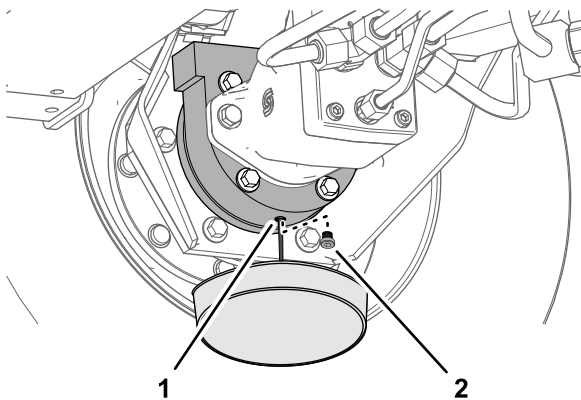

Figure 75
6. Placez un bac de vidange sous le carter de frein, enlevez le bouchon de vidange et vidangez toute l'huile (Figure 75).